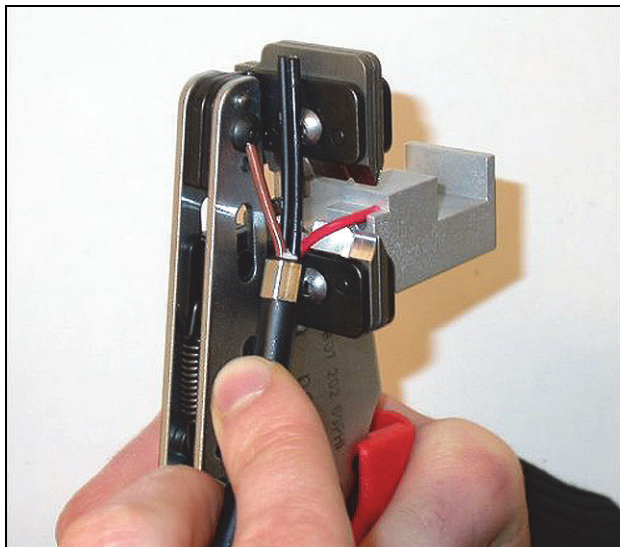

abbildung 30.11: Abisolieren eines Kupferdrahts
- 9 Die rote und braune Isolierung von den Kupferdrähten ziehen, indem sie mit dem Abisolierwerkzeug (Werkzeug 5) an den Anschlag gedrückt werden (siehe abbildung 30.11).